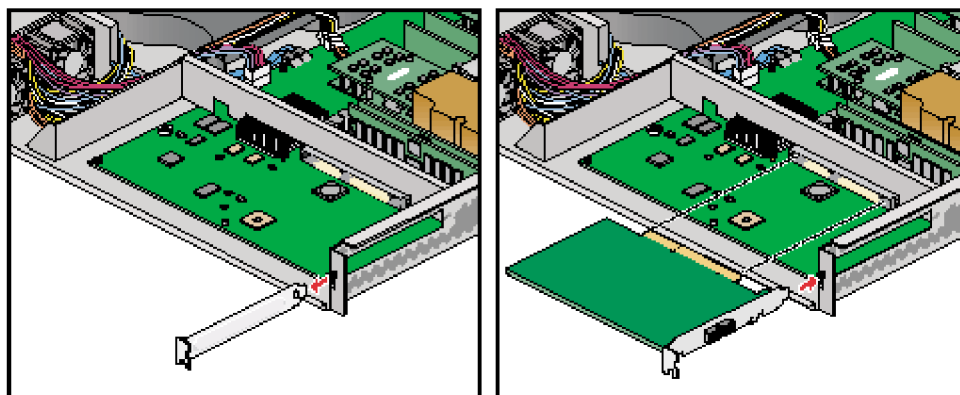

Figure 6-5 **Installation d'une carte PCI/PCI-X**
9. Si vous installez une carte, glissez la carte PCI dans la fente du connecteur comme l'indique la figure 6-5.